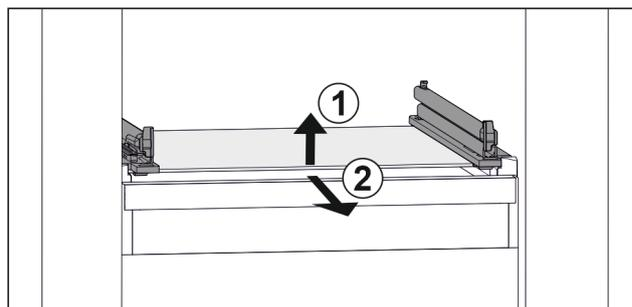

Fig. 73 Rappresentazione esemplificativa del ripiano in vetro
- ▶ Sollevare il ripiano in vetro dal davanti. Fig. 73 (1)
- ▶ Rimuovere il ripiano in vetro tirando in avanti. Fig. 73 (2)